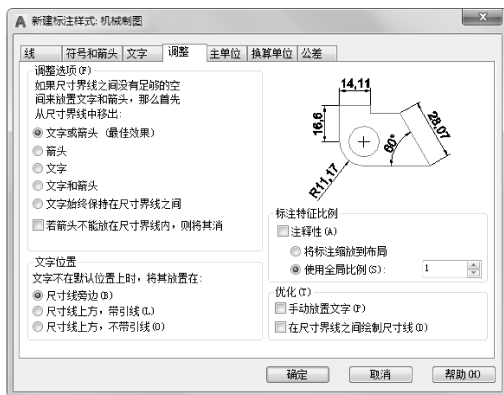

图 9-87 “调整”选项卡
(1) 单击“默认”选项卡“标注”面板中的“标注样式”按钮，设置标注样式。方法同前，在打开的“标注样式管理器”对话框中单击“新建”按钮，创建新的标注样式“机械制图”，用于标注图样中的线性尺寸。
(2) 单击“继续”按钮,对打开的“新建标注样式:机械制图”对话框中的各个选项卡进行设置,如图9-85~图9-87所示。设置完成后,单击“确定”按钮。在“标注样式管理器”对话框中,选取“机械制图”,单击“新建”按钮,分别设置直径及角度标注样式。